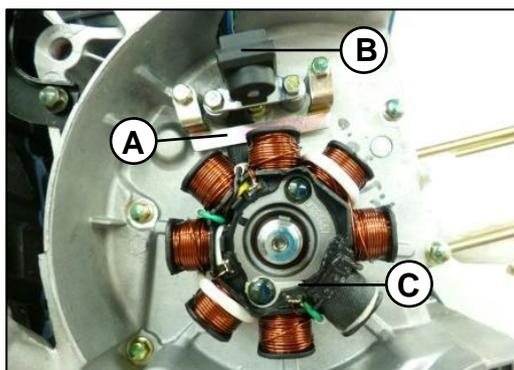

Fig. 06
Remueva la guía (A) de los cables corona de bobinas, remueva la bobina de pulso (B) remueva corona de bobinas (C). **Fig.06**